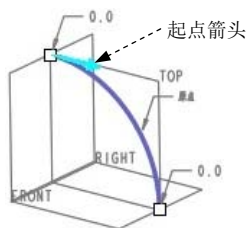

图 5.26.5 定义轨迹曲线
(3) 单击箭头切换扫描混合的起始点, 切换后的轨迹曲线如图 5.26.5 所示 (如箭头与图示位置相符, 则无需切换)。